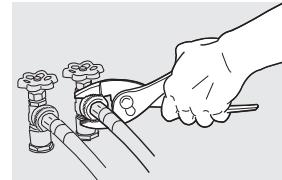

Fig. 6
- Serrez à la main jusqu'à ce qu'ils soient bien serrés. Serrez ensuite chaque raccord d'alimentation de $\frac{1}{2}$ de tour à l'aide de pinces. **Ne pas plier, tordre, ni pincer les tuyaux d'entrée d'eau.** (Fig. 6).